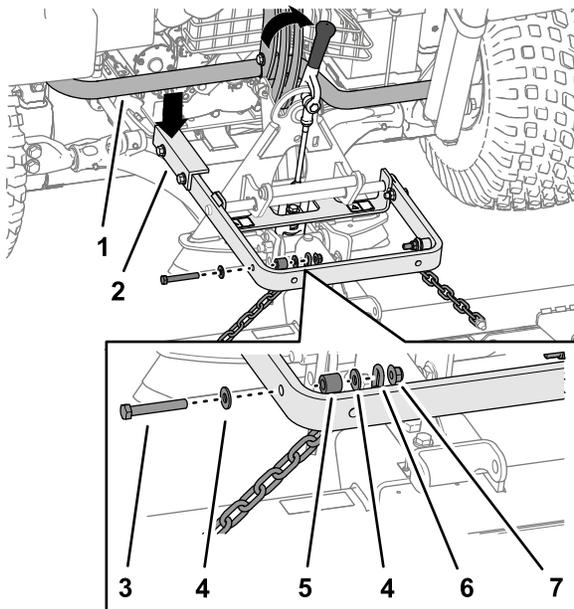

Figura 6
Importante: El brazo largo del conjunto del brazo de elevación debe quedar por debajo del conjunto del bastidor trasero de la unidad de tracción (Figura 6).
Siempre levante y mueva el accesorio usando el asa situada en la parte trasera del adaptador de accesorios (Figura 6).
5. Sujete el eslabón superior de cada cadena a la parte externa del brazo de elevación (Figura 6) usando un perno ($\frac{3}{8}$ " x $2\frac{1}{2}$ "), 2 arandelas ($\frac{3}{8}$ " x $\frac{7}{8}$ "), un espaciador y una contratuerca ($\frac{3}{8}$ ").